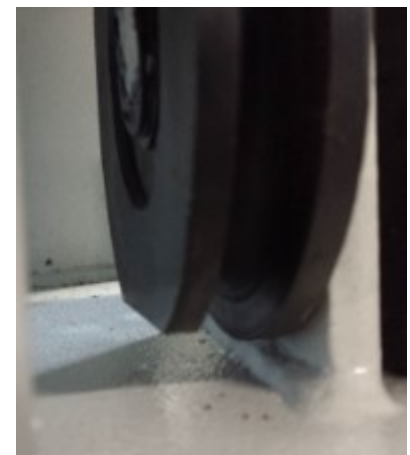

Abb.5
4. An beiden unteren Riemenscheiben befindet sich eine gerade Seite. Überzeugen Sie sich das diese nach unten zeigen (Abb.5) führen Sie dann das Stahl Kabel durch.